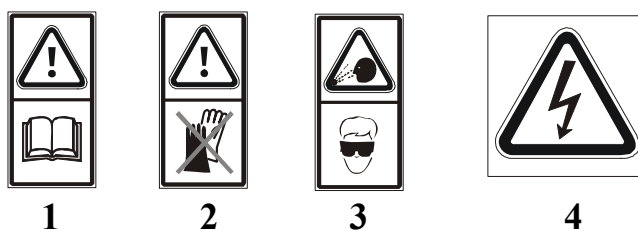

Рисунок 1
На станке размещены информационные знаки и предупреждающие знаки, указывающие на исходящую опасность (см. рис. 1)
**Описание значений расположенных на станке знаков по технике безопасности (Рис. 1).**